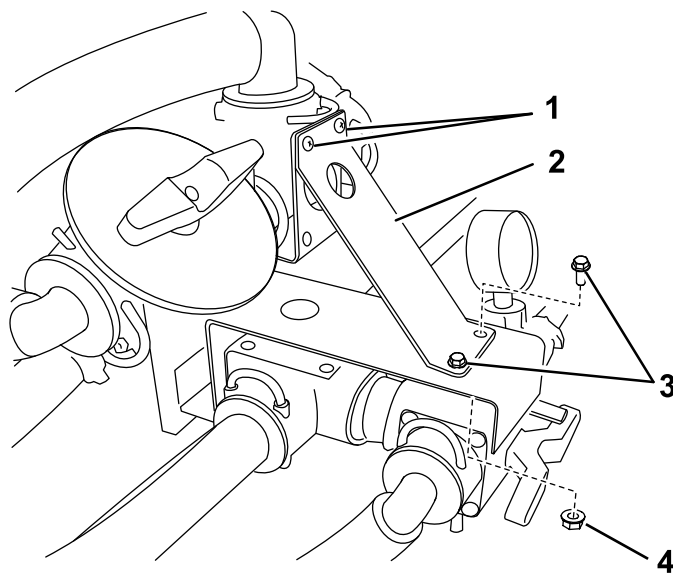

Figura 9
- En sistemas de fumigación Workman (Figura 9), retire los 2 tornillos que sujetan el acoplamiento en T superior e instale el soporte usando los tornillos, 2 pernos con arandela prensada (1/4 x 3/4 pulgada) y 2 tuercas con arandela prensada (1/4 pulgada).